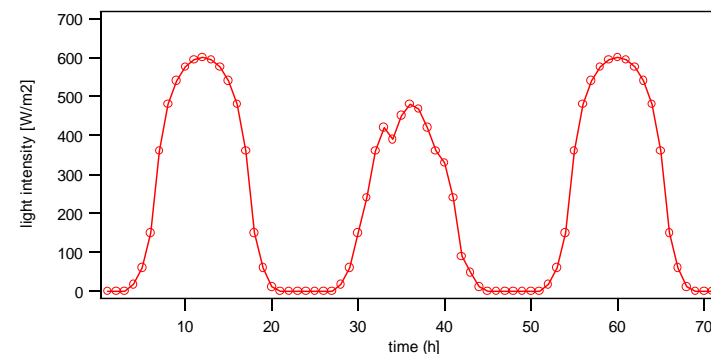

Fig. 4: Langzeitmessung im Datenloggermodus (*sto*, Speicherintervall 1 h)
**sto:** Datenlogger-Modus mit Speicherintervallen von 0,1 bzw. 1 Stunde. Gespeichert werden nur die Werte der Lichtintensität und der gemessenen Modultemperatur. Die alle 10 sec. gemessenen Werte werden dabei innerhalb der Speicherintervalle gemittelt (vgl. Fig. 4). Auf dem Display erscheint der zuletzt gespeicherte Wert. Der *sto* Modus ist nur sinnvoll in Verbindung mit dem Schnittstellenpaket, mit dessen Hilfe die Daten nach der Messung zum PC übertragen werden. Man kann so beispielsweise den möglichen Solarertrag an einer Position ermitteln oder auch die Effizienz einer bestehenden Solaranlage überprüfen. Der interne Speicher kann ca. 15.000 Messwerte speichern. Bei stündlicher Speicherung erfolgt nach 9.999 Stunden (ca. 13,6 Monate) ein Überlauf, daher sollte vorher die Messung beendet werden.